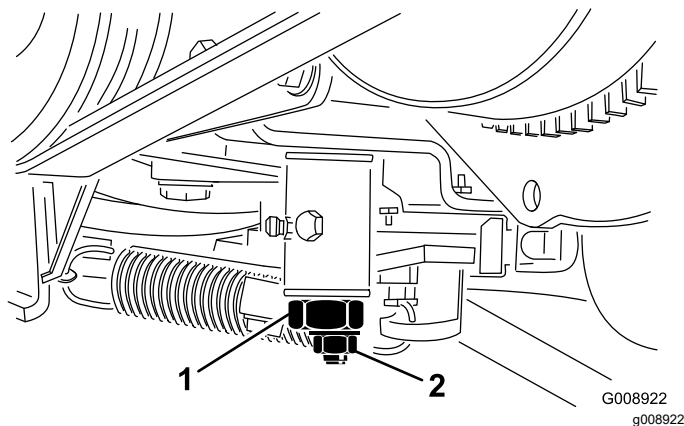

図 55
4. トラクション調整カムのロックナットをゆるめる [図 55]。